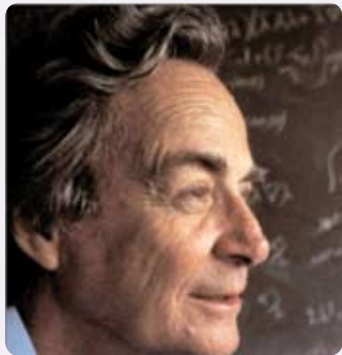

Abb. 6: Richard Feynman
Das ist der Titel der berühmten Tischrede von Richard Feynman (siehe Foto Abbildung 6), bei der er seine Phantasie spielen ließ, worin die Schwierigkeiten liegen würden auf der Nanoskala Materialien zu bearbeiten. Bemerkenswerterweise hielt er sie schon im Dezember 1959, also weit vor dem Zeitalter der Computerm miniaturisierung. Er fragte zum Beispiel, warum es nicht möglich sein sollte, ein ganzes Lexikon wie in einem Mikrofilm soweit zu verkleinern, dass es auf die Größe eines Stecknadelkopfes passen sollte. Wir haben gesehen, dass es mit dem Tunnelmi-
– Abbildung 6: